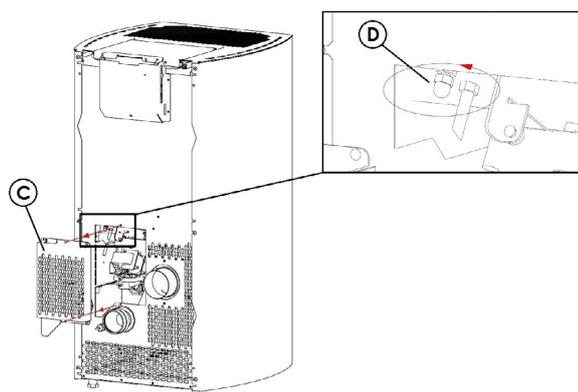

Fig. 65 - Abnehmen der Inspektionsabdeckung
- Inspektionsabdeckung "C" auf der Rückseite des Ofens abbauen (siehe Fig. 65 auf S. 33).